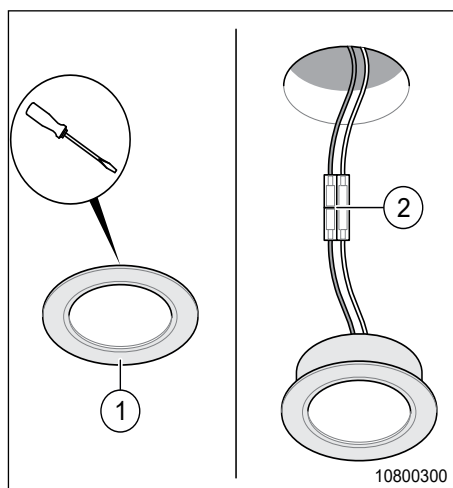

Fig. 129 Spot LED encastré
1. Sortir le spot encastré LED (Fig. 129, Pos. 1) prudemment hors de l'ancrage à l'aide d'un tournevis à fente. Veillez à ne pas rayer le plafond ni la surface des meubles.